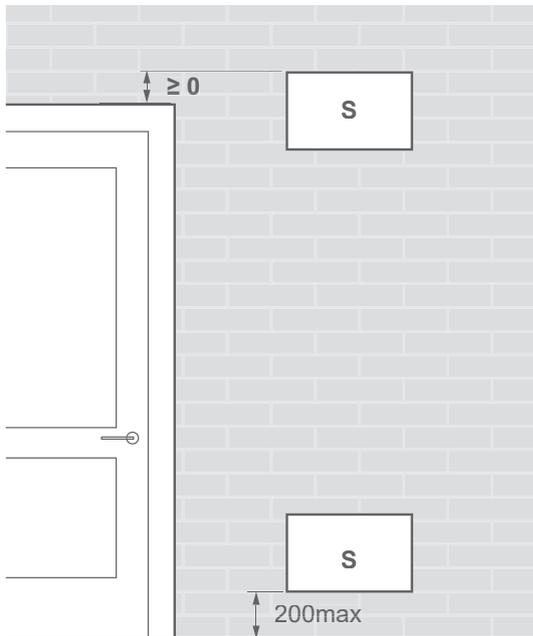

fig. 24 - Position des ouvertures pour la ventilation
- Le local bénéficie d'une aération naturelle vers une autre pièce dont la somme des volumes des deux pièces est supérieur à "charge totale fluide" (en kg) / 0.3kg/m³. Les aérations entre les deux pièces étant assurée par des ouvertures d'au moins : voir *fig. 25 et fig. 24*.